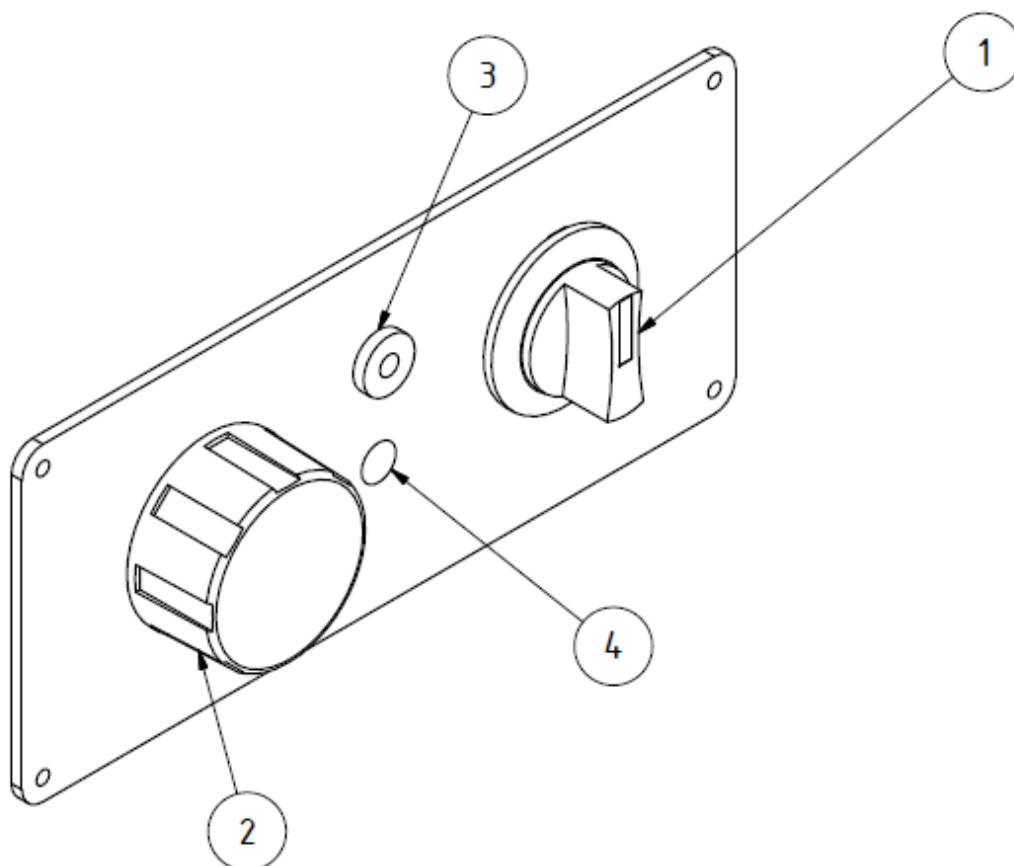

Рис. 3, панель управления
- Используйте только оригинальные запасные фильтры, потому что только они гарантируют вам необходимую степень очистки и настроены для фильтровального оборудования в соответствии с его техническими характеристиками. Выключите MiniFil переключателем (рис. 3, поз. 1).
- Снова вставьте штепсельную вилку в розетку и включите аппарат. Рабочий индикатор зеленого цвета на переключателе (рис. 3, поз.1) должен загореться, информируя о безупречной работе аппарата.